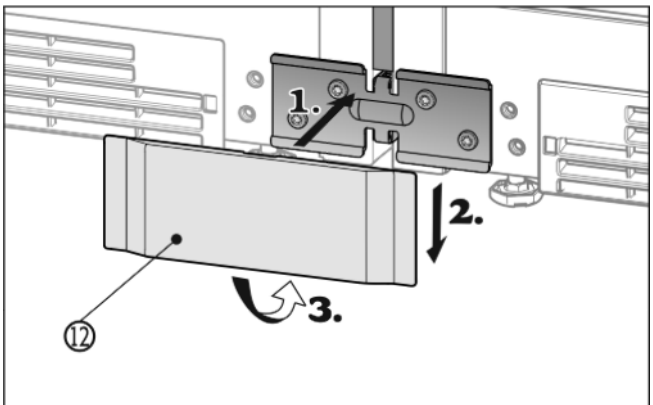

Fig. 16
- Poser le cache Fig. 16 (12) inférieur de devant sur l'équerre de fixation (1), exercer une pression vers le bas (2) et encliqueter en bas (3).